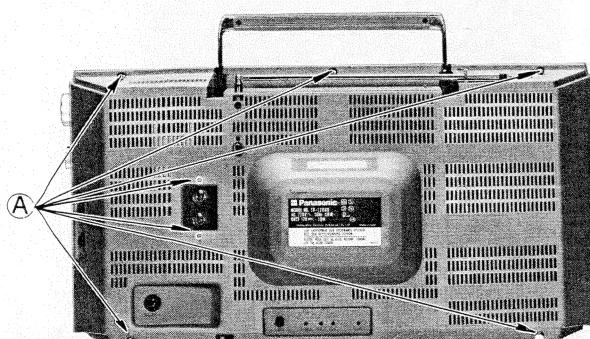

Fig. 1 Abb. 1
1. Remove 7 screws **A** as shown in Fig. 1.
1. Die in Abb. 1 gezeigten 7 Schrauben **A** entfernen.